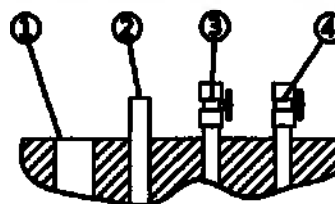

Рисунок 3
- (5) Труба подвода воды, труба подвода воздуха, вакуумная труба должны быть выше, чем наземная установка. Высота не превышает 120 мм, устье канализационной трубы должна не быть выше, чем диаметр трубы в 1,5 раза (рисунок 3).